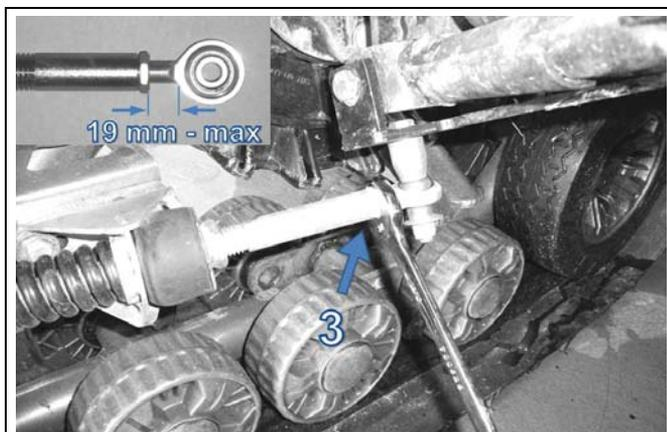

Figure 7
*NOTA: Dans certains cas rares où l'ajustement de l'écrou (article 1, Figure 6) comprimant le ressort se situe près de l'extrémité de la tige filetée, rallonger l'assemblage en desserrant l'écrou de blocage (article 3, Figure 7) et dévisser la tige afin que les filets de la rotule soient visibles sur au plus 19 mm. **S'assurer que l'écrou de blocage est bien barré contre la tige filetée après l'installation.***